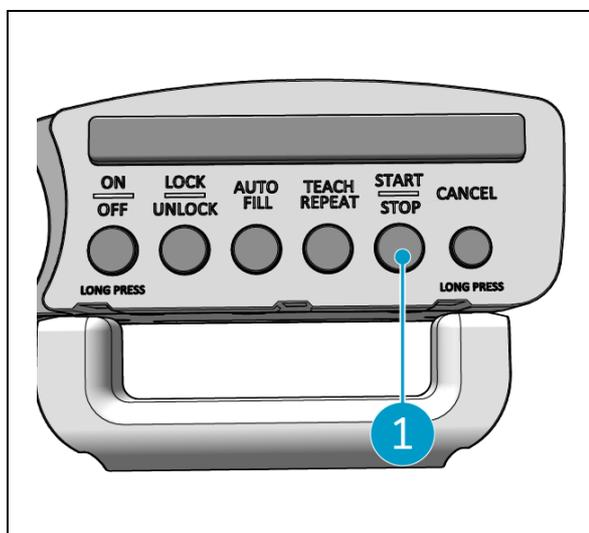

Figura 41
5. Premir o botão Iniciar (Figura 41, pos. 1) no controlador do punho para continuar a limpeza durante outras sessões.